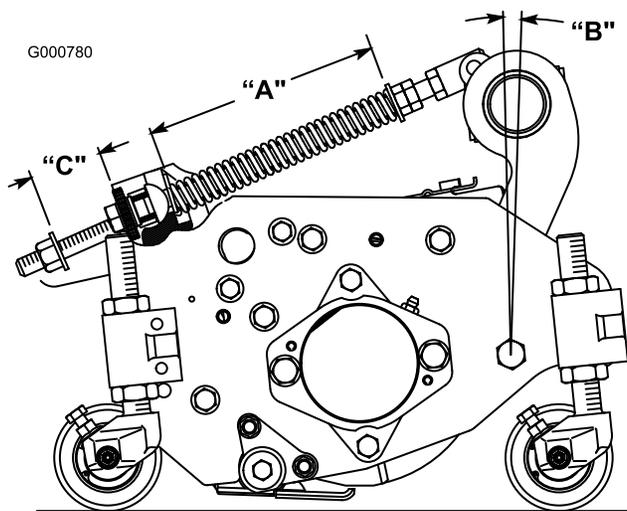

Figure 8
Le ressort de compensation (Figure 8) qui relie le bâti porteur au plateau de coupe, contrôle la rotation avant/arrière disponible ainsi que la garde au sol lors pour le déplacement d'un point à un autre et les demi-tours.
1. Serrez le contre-écrou à l'arrière de la tige de ressort jusqu'à obtenir un écartement (C) de 25 mm entre l'arrière du support du ressort et l'avant de la rondelle (Figure 8).
2. Serrez les écrous hex. sur l'extrémité avant de la tige de ressort jusqu'à ce que la longueur du ressort comprimé (A) soit égale à 20,3 cm (Figure 8).
Remarque: Lorsque vous tondez des pelouses irrégulières ou ondulées, augmentez la longueur du ressort comprimé (A) à 21,6 cm et l'écartement (C) entre le support de ressort et l'avant de la rondelle à 3,8 cm (Figure 8).